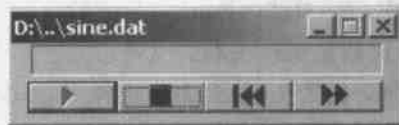
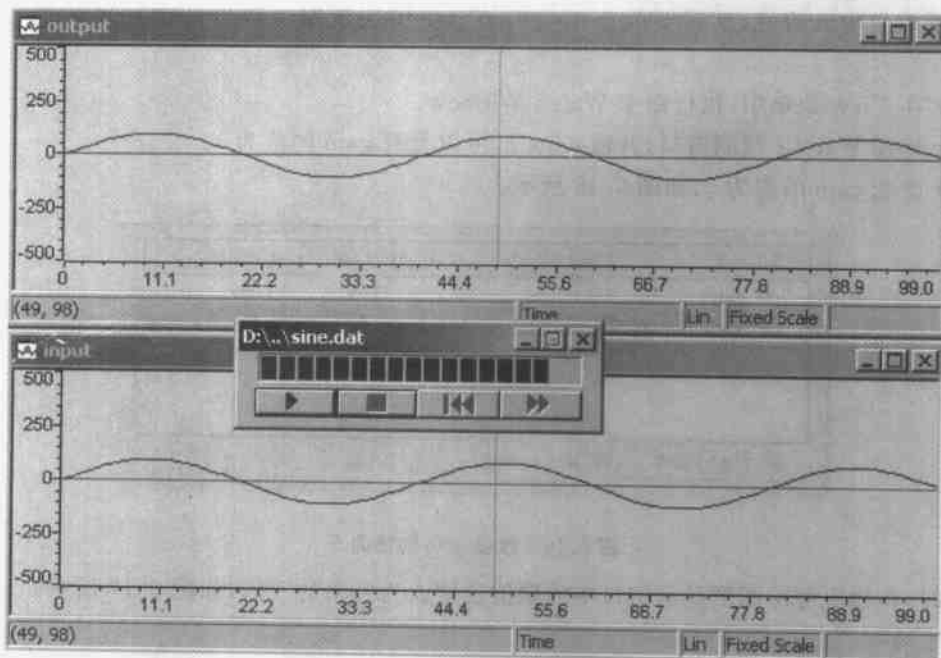

图 6.9 数据文件控制窗口
图 6.15 暂停时的输入/输出波形的图形显示
- (6) 单击 File Input 选项, 单击 Add File 按钮。
- (7) 选择 sine.dat 文件, 该文件与 volume.c 等文件在同一目录下。
- (8) 将数据文件 sine.dat 添加到 File I/O 列表中, 将出现一个控制窗口, 如图 6.9 所示。可以在运行程序时使用这个控制窗口来控制数据文件传输的开始、停止、前进或后退等操作。
使用如图 6.9 所示的文件 I/O 控制窗口,可以控制数据文件输入的开始、停止、前进和后退等操作。在停止状态下,输入 `inp_buffer` 与输出 `out_buffer` 的波形会完全一致,如图 6.15 所示。